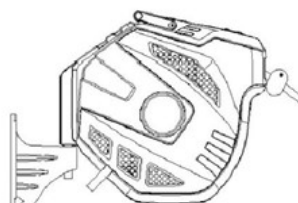

Abb. 3
5. Befestigen Sie die Trommel an der Konsole (Abb. 3).